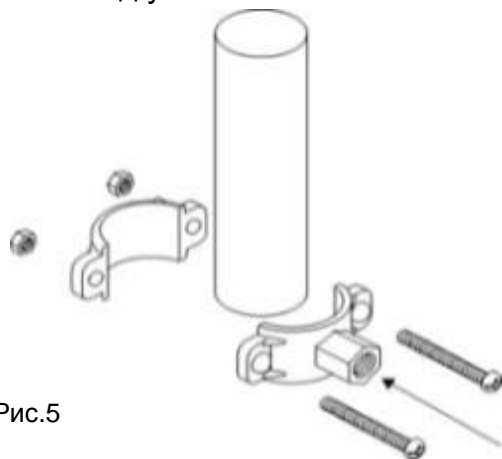

Рис.5
3.6. Подготовьте узел для сброса отработанной воды (Рис.5, Рис.5а) в канализацию, выполнив следующие операции:
Рис.5а